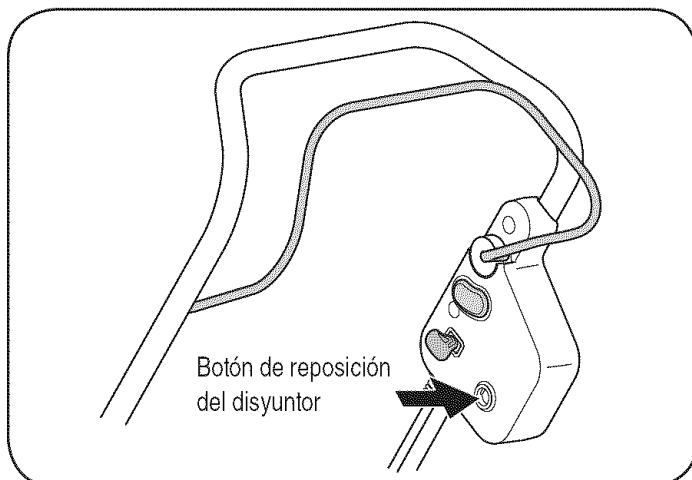

Figura 13
2. Empuje el botón de reposición del disyuntor hacia adentro para reponer. Vea la Figura 13.